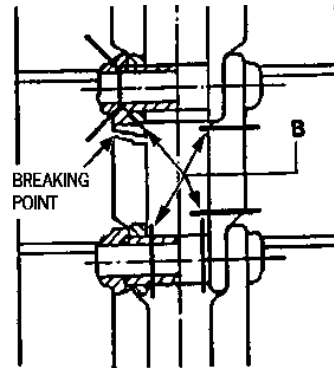

Fig. 3-14 Découpe des maillons, douilles et axes
3. Découper à présent les douilles et les axes du maillon endommagé comme indiqué sur la fig. 3-14. Retirer les pièces découpées.